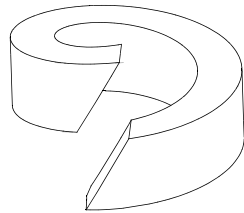

рис. 9: составное сальниковое кольцо
- При применении составного сальникового кольца во время выреза обратить внимание на косой срез. (см. рис. 9)